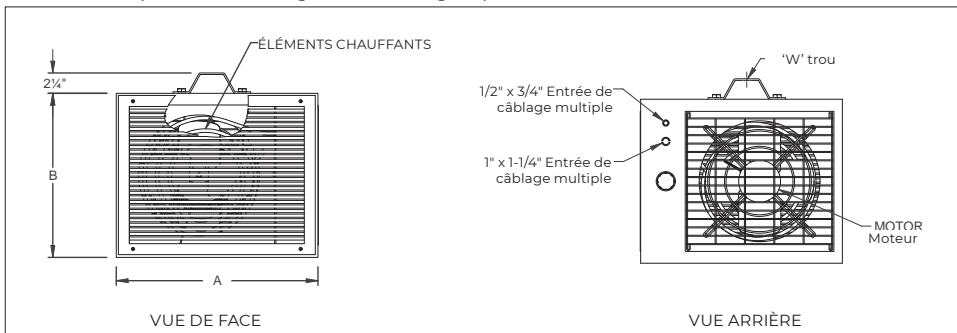
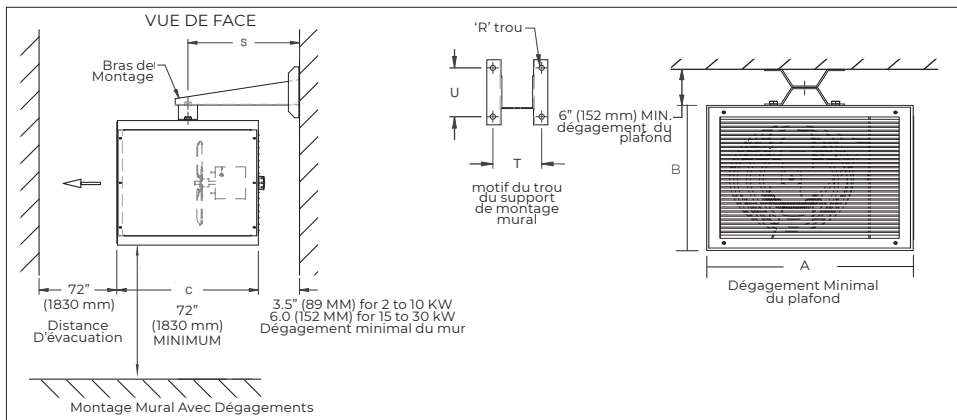

Figure 1
Figure 2 – Dégagement d'installation
1. S'assurer que rien n'obstrue l'entrée d'air ou l'évacuation de l'appareil de chauffage. Se reporter à la Figure 1 et à la Figure 2, à la page 20, pour connaître les dégagements minimaux.
**AVERTISSEMENT.** Installer l'appareil de chauffage en assurant un dégagement suffisant avec les murs et les plafonds, comme indiqué à la Figure 2, à la page 20. Monter de façon à ce que le dessous de l'appareil de chauffage soit à au moins 6 pi (1830 mm) au-dessus du plancher ou du niveau du sol.